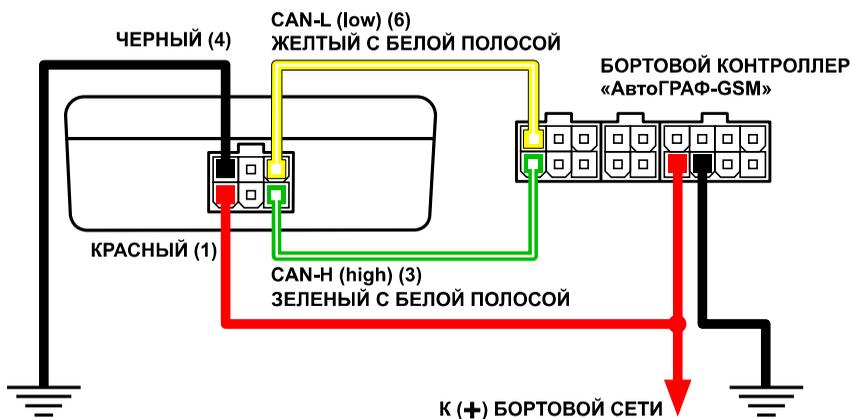

Рис. 3 – Схема подключения TK-OBD2LOG к АвтоГРАФ-GSM+.
Провода CAN(H) и CAN(L) TK-OBD2LOG необходимо подключить к проводам CAN(H) и CAN(L) контроллера «АвтоГРАФ-GSM» соответственно (см. рис. 3).